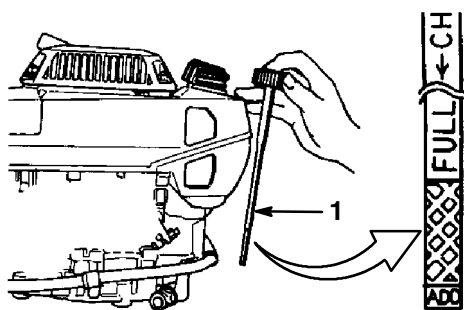

Figure 5
Avant chaque utilisation, vérifier que le niveau d'huile arrive entre les marques maxi (*Full*) et mini (*Add*) de la jauge (Fig. 5).
- Nettoyer tout autour du bouchon de jauge (Fig. 5).
- Voir le niveau d'huile indiqué par la jauge (Fig. 5).
- LE CONTRÔLER NIVEAU D'HUILE** — S'assurer que le niveau d'huile soit toujours entre les repères FULL et ADD de la jauge (Fig. 5).